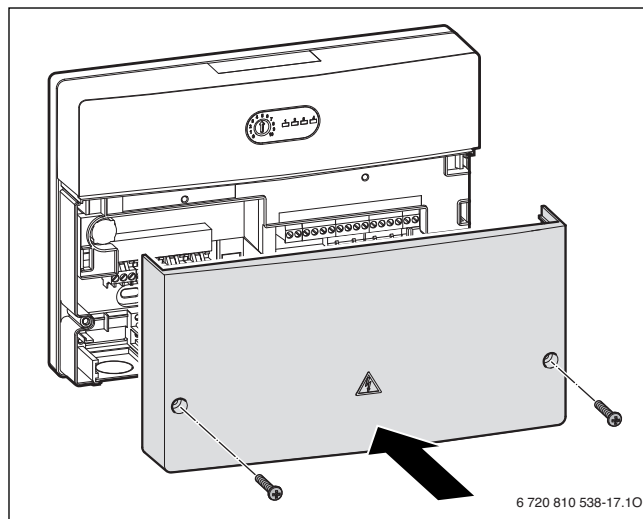

Fig. 12 Mettre le couvercle en place
- ▶ Avant la mise en service : monter le couvercle (→ fig. 12, page 25).